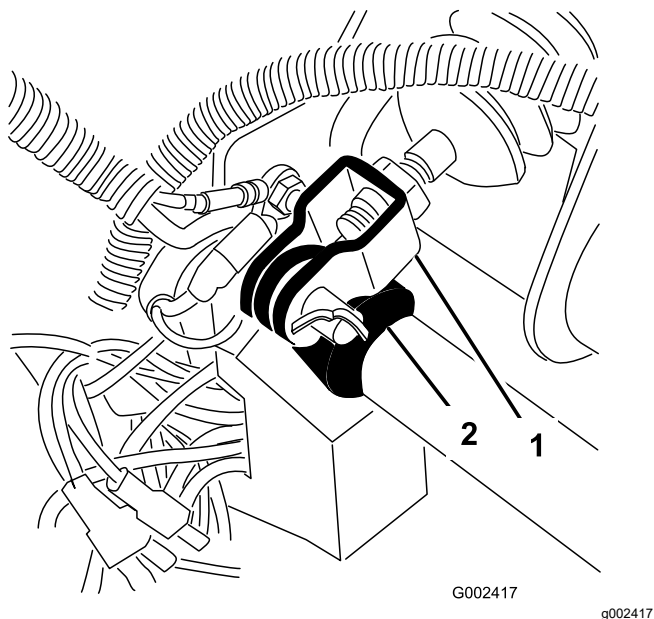

Figura 65
1. Rimuovete la coppiglia e il perno che fissano la forcella del cilindro principale al perno del pedale del freno (**Figura 65**).